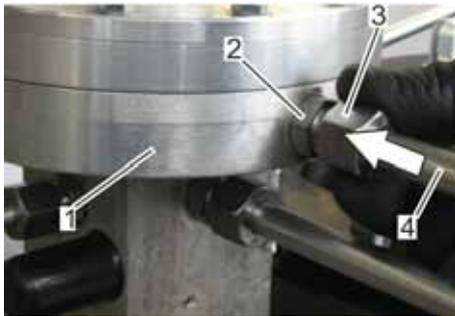

Abb. 16: Messleitung befestigen
1. ➤ Den Anschlussstutzen der Messleitung (Abb. 16/4) mittels eines Pinsels mit Fett *Anti Seize* fetten.
2. ➤ Den Anschlussstutzen der Messleitung (Abb. 16/4) in den Stutzen (Abb. 16/2) des Messwerkflanschs (Abb. 16/1) einstecken.
3. ➤ Die Überwurfmutter (Abb. 16/3) der Messleitung (Abb. 16/4) auf den Stutzen (Abb. 16/2) des Messwerkflanschs (Abb. 16/1) aufdrehen.